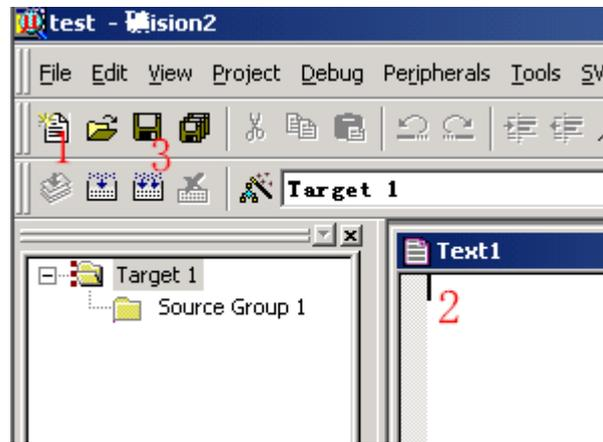

图 1-5 新建程序文件
(3) 首先在项目中创建新的程序文件或加入旧程序文件。如果您没有现成的程序，那么就要新建一个程序文件。在 KEIL 中有一些程序的 Demo，在这里我们还是以一个 C 程序为例介绍如何新建一个 C 程序和如何加到您的第一个项目中吧。点击图 1-5 中 1 的新建文件的快捷按钮，在 2 中出现一个新的文字编辑窗口，这个操作也能通过菜单 File - New 或 快捷键 Ctrl+N 来实现。好了，现在能编写程序了。
(4) 点击图 1-5 中的 3 保存新建的程序，也能用菜单 File—Save 或快捷键 Ctrl+S